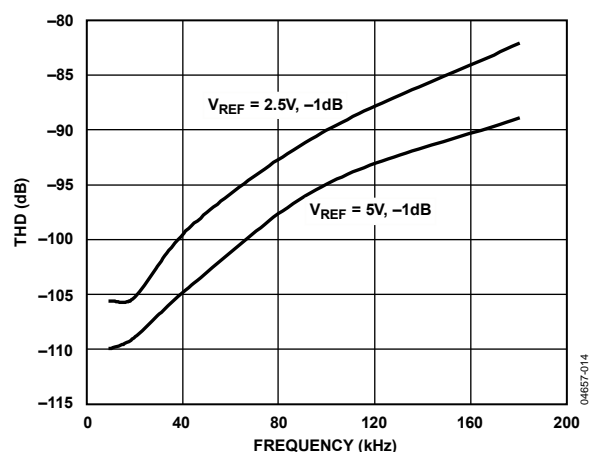

図 14. THD の周波数特性
- ACアプリケーションの場合、ドライバは AD7942 の THD 性能に見合う THD 性能を持つ必要があります。図 14 に、ドライバに必要な THD 周波数特性を示します。